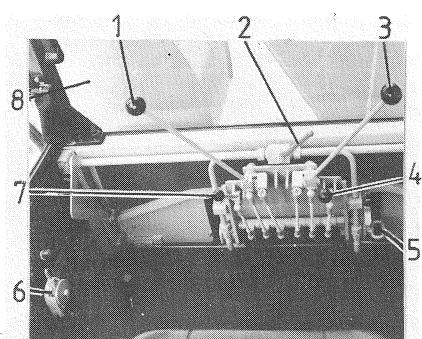

Bild 21
Die abgebildeten Bewegungsabläufe beziehen sich auf den Handhebel (Bild 21/1).
Die abgebildeten Bewegungsabläufe beziehen sich auf den Handhebel (Bild 21/3).
- Kugelblockhahn (Bild 21/2) öffnen,
The movements illustrated refer to the hand lever (fig. 21/1).
L'illustration montre les mouvements du levier à bras (fig. 21/1).
The movements illustrated refer to the hand lever (fig. 21/3).
- open the plug-and-ball valve (fig. 21/2)
- Ouvrir la vanne de blocage à boisseau sphérique (fig. 21/2).
- Kugelblockhahn (Bild 21/2) schließen,
- Tieflöffel bis zum Anschlag anziehen, d. h. Handhebel (Bild 21/1) in Richtung "D" drücken.
- close the plug-and-ball valve (fig. 21/2)
- pull the bucket till stop, that means move hand lever (fig. 21/1) in direction "D".
- Fermer la vanne de blocage (fig. 21/2).
- Faire revenir le godet jusqu'à la butée en poussant le levier (fig.21/1) vers "D".